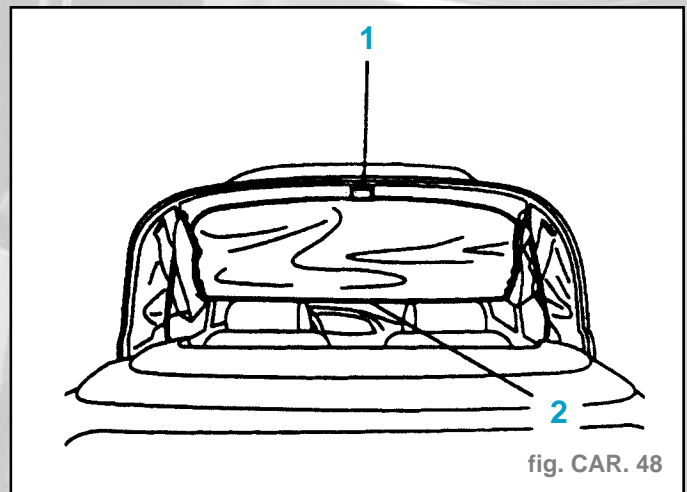

fig. CAR. 48
- Déposer l'agrafe (1) (fig. CAR. 48).